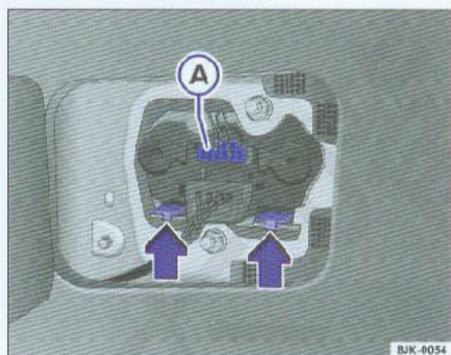

图33 后侧板：拆卸灯泡座
- 从灯泡座上拔下插头④ ⇒ 图33。
- 松开灯泡座，按箭头方向推两个凸舌 ⇒ 图33，从组合尾灯上取下灯泡座。
- 将插头④连接到灯泡座上。